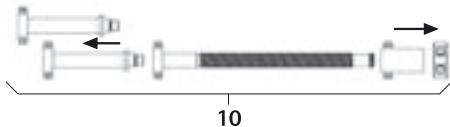

Fig. 5
- Desmontar o fuso distracto 10, ver Fig. 5.